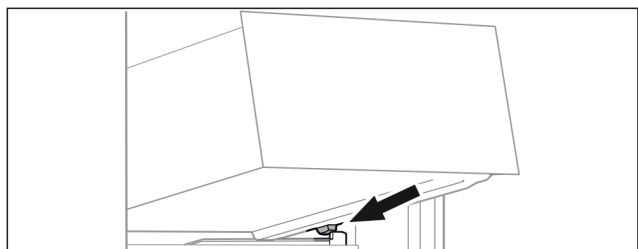

Fig. 96
- ▶ 将抽屉斜放在容器肋梁上的止动器后面。(参见 Fig. 96)